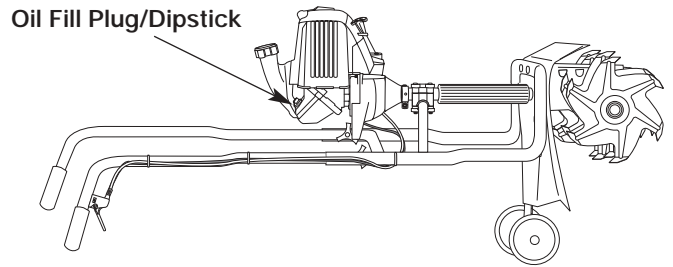

Fig. 6
2. Placez l'appareil sur une surface plane pour que le cultivateur soit en position horizontale (Fig. 6).